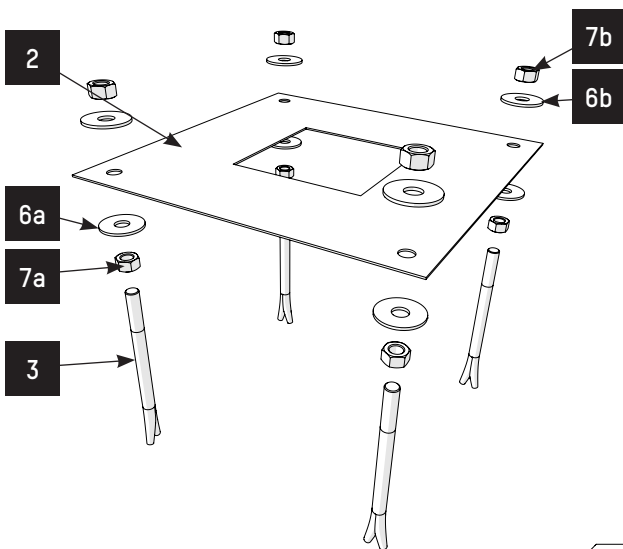

Fig. 6 - Ingjutningsramen
- För in de fyra förankringsstängerna (3), var och en med en bricka (6a) och en mutter (7a) i hålen på fästramen (2). Den gängade delen skall vara vänt uppåt enligt bild 6.